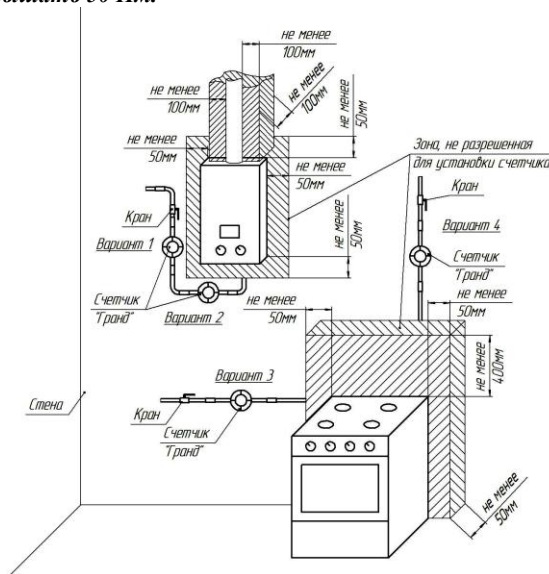

Рисунок 2
5.4.1 Установить счетчик на вертикальном или горизонтальном участке газопровода (рисунок 2). **ВНИМАНИЕ!** *Запрещается устанавливать счетчик над источником тепла или открытого пламени! Направление стрелки на корпусе счетчика должно совпадать с направлением потока газа в газопроводе.* Допускается установка счетчика в любом удобном для потребителя положении, не противоречащем правилам установки и монтажа газового оборудования. Наличие прямых участков до и после счетчика не требуется.